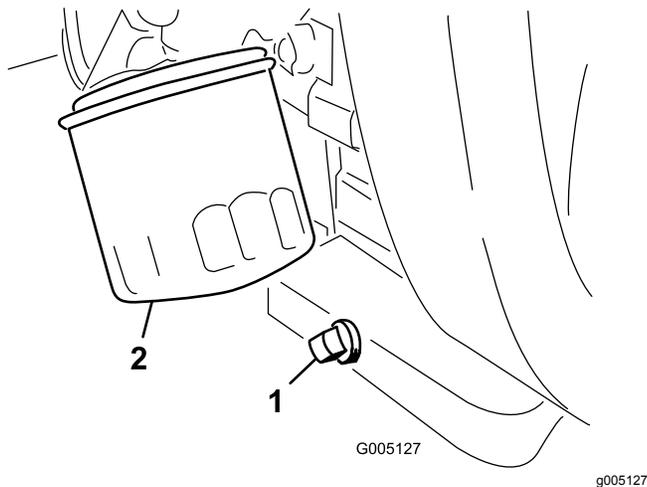

図 39
1. ドレンプラグ 図 39 を外してオイルを容器に受ける。オイルが抜けたらドレンプラグを取り付ける。
2. オイルフィルタ 図 39 を外す。